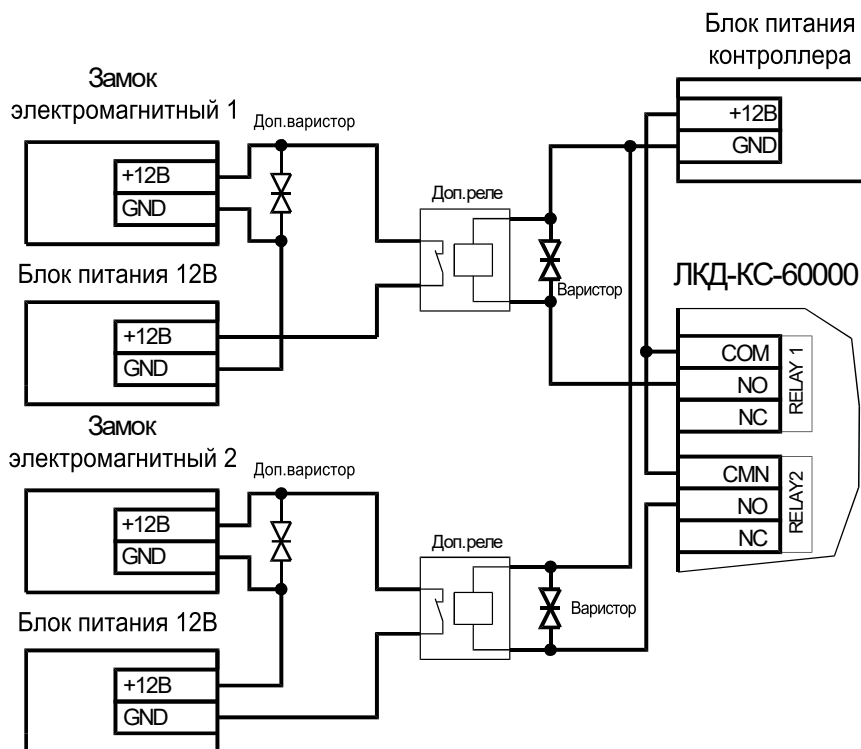

Рисунок 13. Схема подключения 2 замков с большим током потребления
- Установите дополнительное промежуточное реле (рисунок 13).
Реле должно срабатывать от напряжения 12 В, подаваемого от контроллера, а исполнительные контакты – обеспечивать длительную многократную коммутацию силовой цепи замка. Настоятельно рекомендуется установить дополнительный варистор на стороне замка (рисунок 13). Обратите внимание, дополнительный варистор в комплект поставки не входит, а его параметры должны соответствовать напряжению питания и энергии используемого замка.